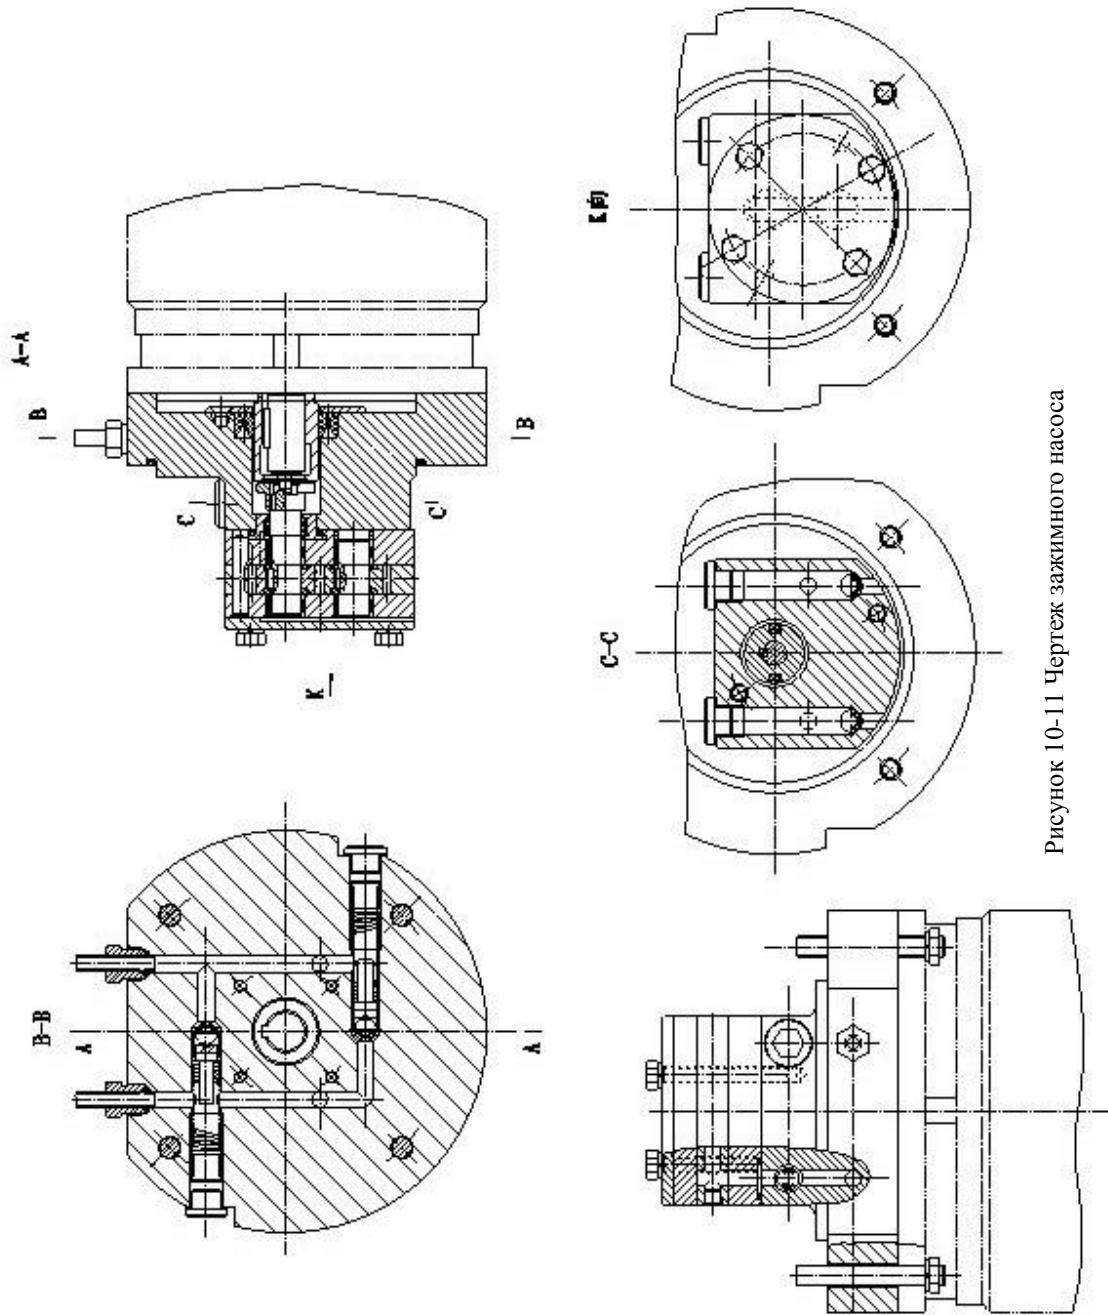

Рисунок 10-11 Чертеж зажимного насоса
10.6 Гидравлическая система (Рис.10-11)
Зажим трех частей данного станка (головки шпинделя, рукава, наружной и внутренней стойки), осуществляется зажимным масляным насосом, установленным на рукаве (Рис.10-11). Масло под давлением передается на все зажимные масляные цилиндры через распределительный клапан, распределительный клапан расположен на правой стороне электрошкафа.
(6) Регулировка гидравлического давления системы зажима (Рис.10-11)
Гидравлическое давление системы зажима хорошо отрегулировано и зафиксировано перед поставкой, при определенных условиях вы можете отрегулировать гидравлическое давление, заменив пружину на новую (Рис.10-11).